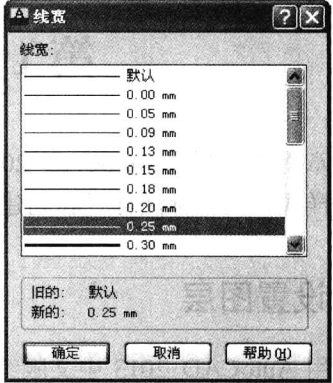

图 1-4 “线宽”对话框
6. 在显示边界线线宽的区域单击, 弹出如图 1-4 所示的“线宽”对话框。按照工程制图国家标准的规定, 粗实线的线宽取 0.75mm, 其他所有对象的线宽取 0.25mm。在“线宽”对话框中选择 0.25mm, 单击“确定”按钮。